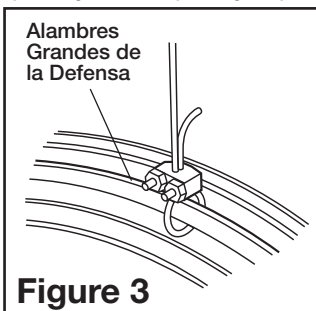

Figure 3
1. Loop one end of Cable around the Large Diameter Wires of both the Front and Rear Circulator Guard (**Figure 3**).
2. Attach a Cable Clamp with the "U" on the tail side of the loop leaving a tail approximately 1 to 2 inches. Tighten Clamp Nuts. Make sure no part of the Cable interferes with the Blade (**Figure 3**).
1. Entrelazar el cabo del Cable alrededor de los Alambres de Diámetro Grande tanto por la Parte Delantera como por la Parte Trasera de la Defensa del Ventilador (Figure 3).
2. Fijar la Mordaza del Cable de manera que la "U" del lado del cabo del bucle quede con cabo de 1 a 2 pulgadas aproximadamente. Apretar las Tuercas de la Mordaza. Hay que asegurarse de que ninguna parte del Cable estorbe a la Paleta (Figure 3).